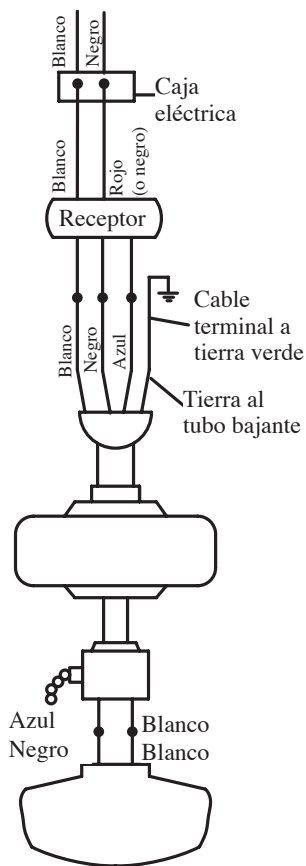

Figura 12
1. Conecta el conductor a tierra del cable de 120 voltios (puede ser un cable desnudo o un cable con aislante verde) al (los) cable(s) terminal(es) a tierra verde(s) del ventilador (Figura 12). Conecta el cable blanco del motor del ventilador al cable blanco de suministro (neutro) usando una tuerca de cable (Figura 12).
2. Conecta el cable blanco del motor del ventilador al cable blanco del receptor, usando una tuerca de cable (Figura 12).
3. Conecta el cable negro del motor del ventilador al cable negro del receptor usando una tuerca de cable (Figura 12).